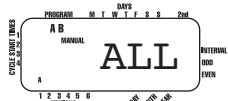

ILUSTRACIÓN 9: Riego semiautomático para las estaciones asignadas a los programas A y B.
- Coloque el selector giratorio en **AUTO**, y, a continuación, pulse la tecla **MANUAL**. La pantalla mostrará "AB", "MANUAL", y "ALL (TODAS)" aparecerá intermitente [Vea la ilustración 9]. Esto indica que todas las estaciones regarán de manera semiautomática durante los periodos asignados en secuencia.